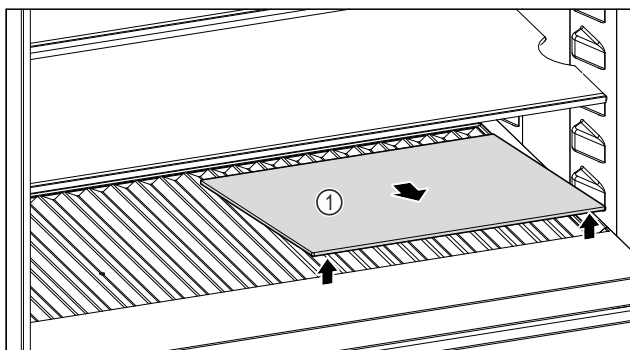

Fig. 243
- Skleněnou desku Fig. 243 (1) zvedněte za vybrání vpředu a vyjměte ji.
- Skleněnou desku Fig. 243 (1) uložte bezpečně mimo spotřebič.